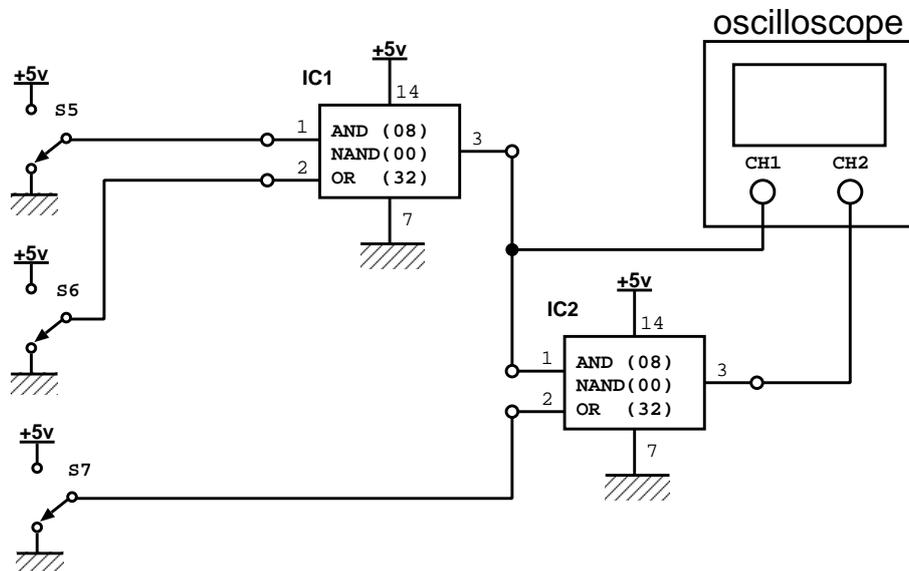

図 5: 3 入力 1 出力論理回路 (AND, NAND, OR) の回路図
4.1 の回路にさらに AND, NAND, OR を追加して、図 5 のような 3 入力 1 出力の論理回路を作成し、動作を確認する。